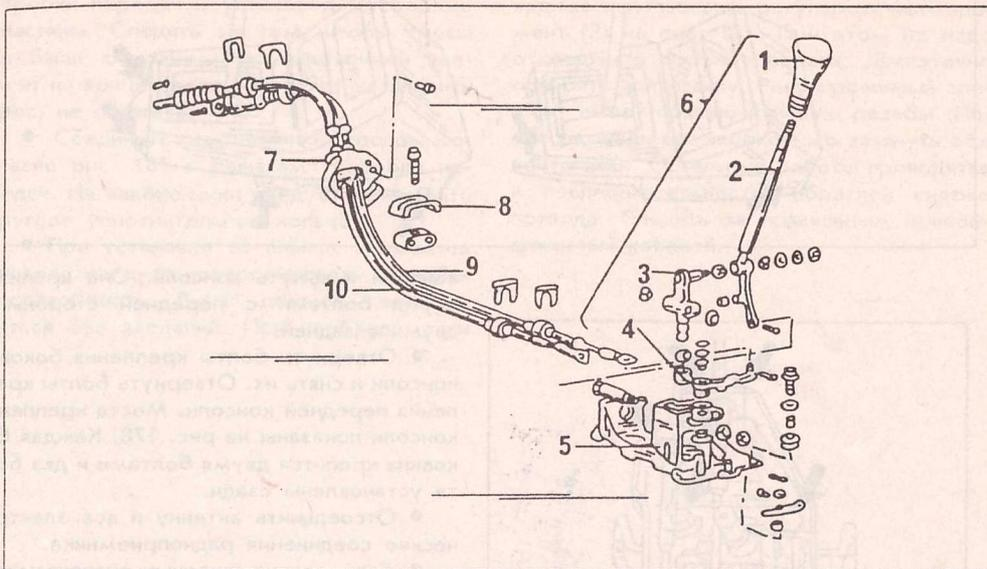

Рис. 176.
У всех рассматриваемых в настоящем руководстве автомобилей, установлен тросовый привод переключения коробки передач. У автомобилей выпуска с 1987 г, кроме автомобилей с турбонаддувом, были внесены конструктивные изменения в рычаг переключения, приводной трос и трос выбора передачи. Указанные изменения не коснулись принципа действия самого привода переключения. На рис. 176 показана конструктивная схема механизма переключения старой конструкции.
Стрелки показывают места крепления тросов. См. также рис. 176.
- Вытянуть тросы внутрь автомобиля. Если необходимо, разобрать механизм переключения на детали, показанные на рис. 176. Проверить детали на возможность их повторного применения. Резиновые детали не должны иметь деформаций. Не допускается деформация рычагов (3) и (4) на рис. 176. Не допускается наличие перегибов обоих тросов переключения.
- Установить хомуты крепления тросов (8) на рис. 176 с резиновыми прокладками и закрепить болт.